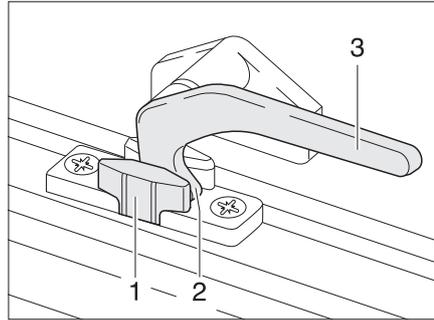

Bild 55 Verriegelungshebel in Stellung "Dauerbelüftung"
- in Stellung "Dauerbelüftung" (Bild 55)
- Den Verriegelungshebel (Bild 55,3) eine viertel Umdrehung zur Fenstermitte hin drehen.
- Den Verriegelungshebel wieder zurückdrehen. Die Verriegelungsnase (Bild 55,2) dabei in die Aussparung der Fensterverriegelung (Bild 55,1) einfahren.